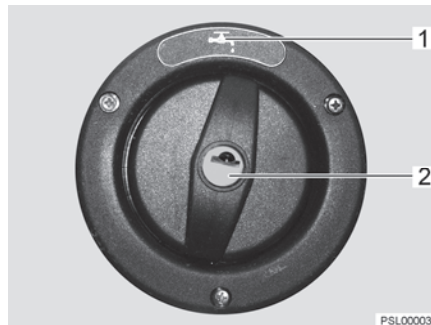

Bild 104 Verschlussdeckel für Trinkwasser-Einfüllstutzen
Der Trinkwasser-Einfüllstutzen ist mit dem Symbol "☰" (Bild 104,1) gekennzeichnet. Der Verschlussdeckel wird mit dem Schlüssel für die Außenklappenschlösser geöffnet und verschlossen.
- Schlüssel in Schließzylinder (Bild 104,2) stecken und eine viertel Umdrehung entgegen dem Uhrzeigersinn drehen.
- Trinkwasser-Einfüllstutzen (Bild 104) öffnen.